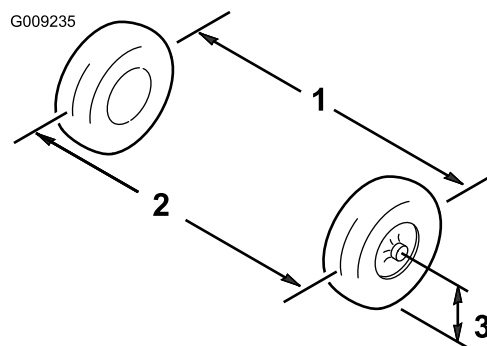

図 52
1. 前輪の前と後ろで、左右のタイヤの中央線間距離を測る計測はアクスルの高さで行う 図 52。